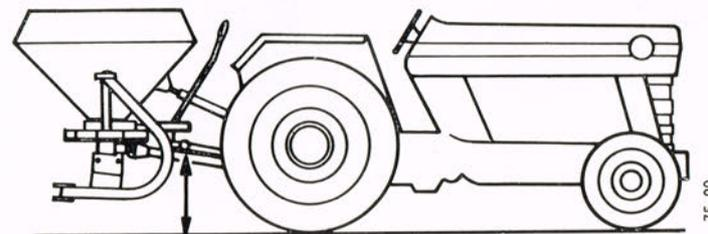

Fig. 23 ▲
- 5° De maintenir les barres de relevage à une hauteur fixe au-dessus du sol (fig. 23).